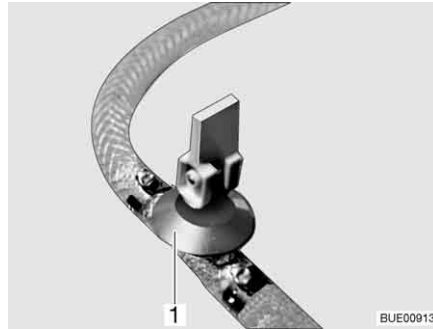
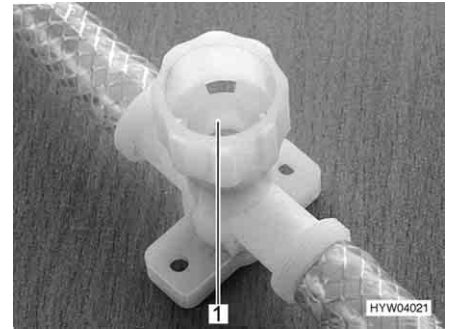

Bild 168 Avtappningskran (med vipparm)
Bild 169 Avtappningskran (med vred)
- Stäng alla utloppsventiler. Ställ för detta avtappningskranens vipparm (Bild 168,1) vågrätt eller vrid avtappningskranens kran (Bild 169,1) medurs.